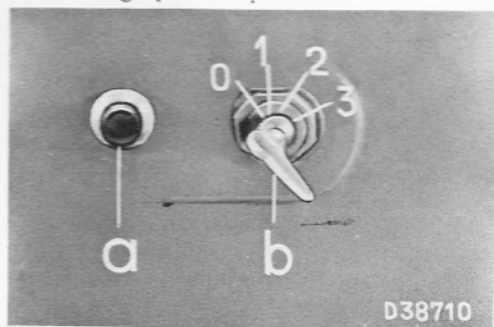
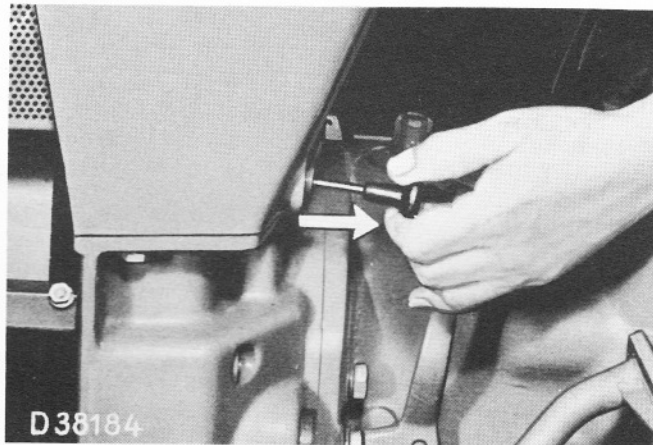

Figure 8 : a - Bouton de démarreur
Figure 12 : Arrêt du moteur
Position 0 : (fig. 8) Tous les instruments électriques pour le fonctionnement de jour (sans éclairage).
3. Dans la position 0 (fig. 8), la lampe témoin rouge de charge et la lampe témoin verte de pression d'huile s'allument (dans le cas contraire, remplacez immédiatement les ampoules ou les fusibles grillés).
4. Dans la position 0 (fig. 8), la jauge à combustible indique le niveau dans le réservoir et le thermomètre d'eau, la température du liquide refroidissant. Même en tournant la clé de contact, ces instruments de contrôle restent en fonctionnement.
8. Si possible, actionnez le bouton de démarreur lorsque le commutateur se trouve dans la position 0 (fig. 8) afin qu'il n'y ait pas d'équipements supplémentaires en circuit pendant le démarrage. Après le démarrage, relâchez immédiatement le bouton.
Pour arrêter le moteur, mettez la manette d'accélération au ralenti et tirez la tirette d'arrêt de la pompe (fig. 12) jusqu'à l'arrêt du moteur, ensuite repoussez la tirette. Pendant le jour, tournez la clé de contact dans la position 0 ; pendant la nuit sur des voies publiques, mettez-la dans la position 1 pour allumer les veilleuses (fig. 8) - en quittant le tracteur retirez la clé de la position correspondante.
Le thermomètre électrique indique la température de l'eau de refroidissement lorsque la clé de contact est en place (fig. 8).